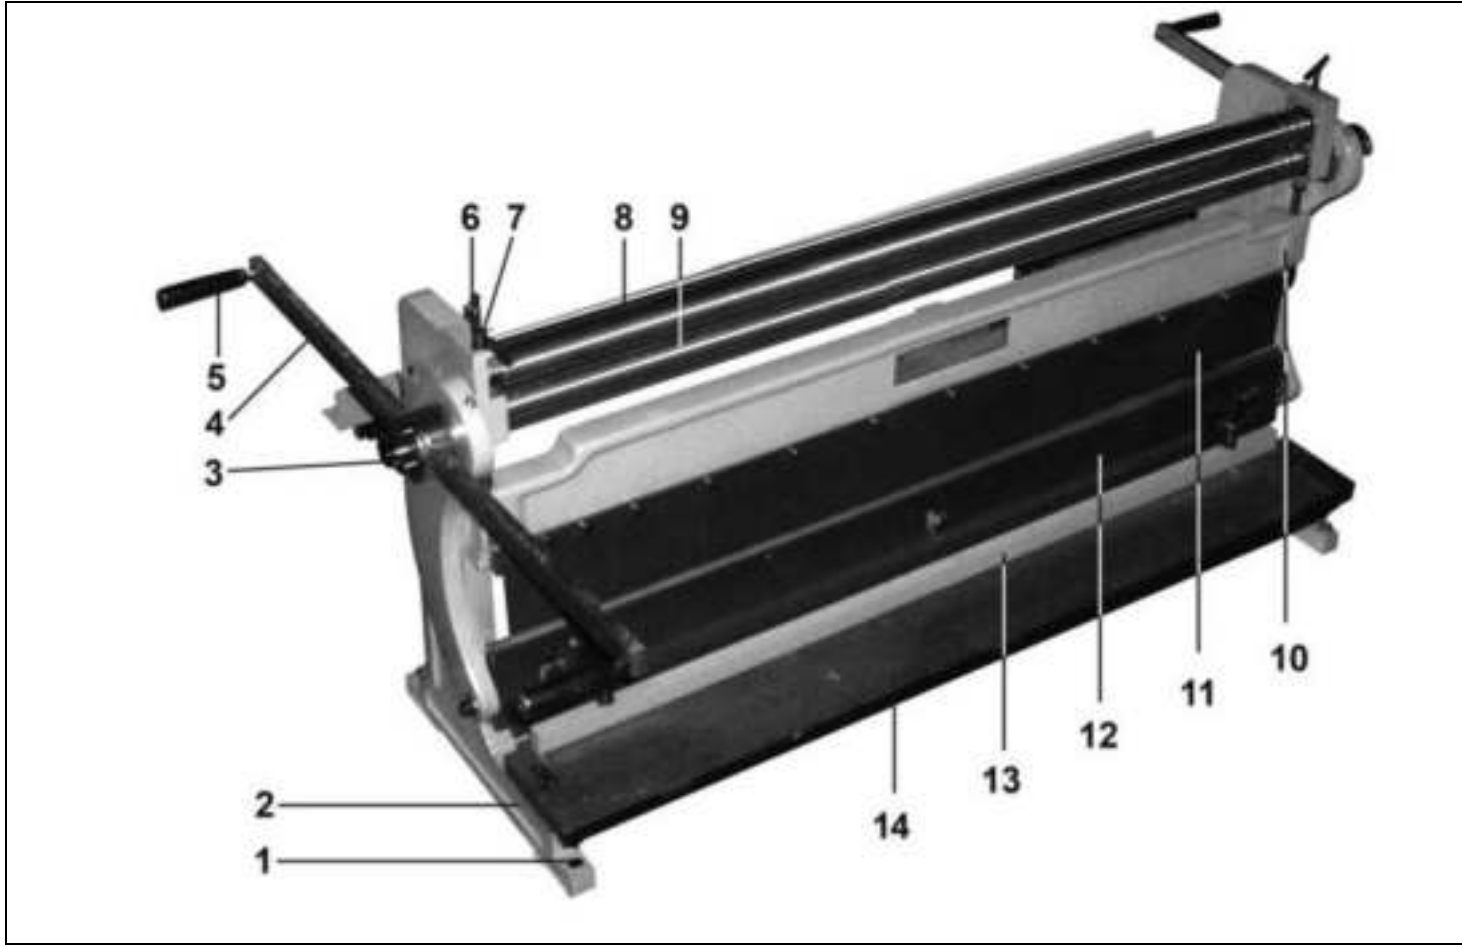
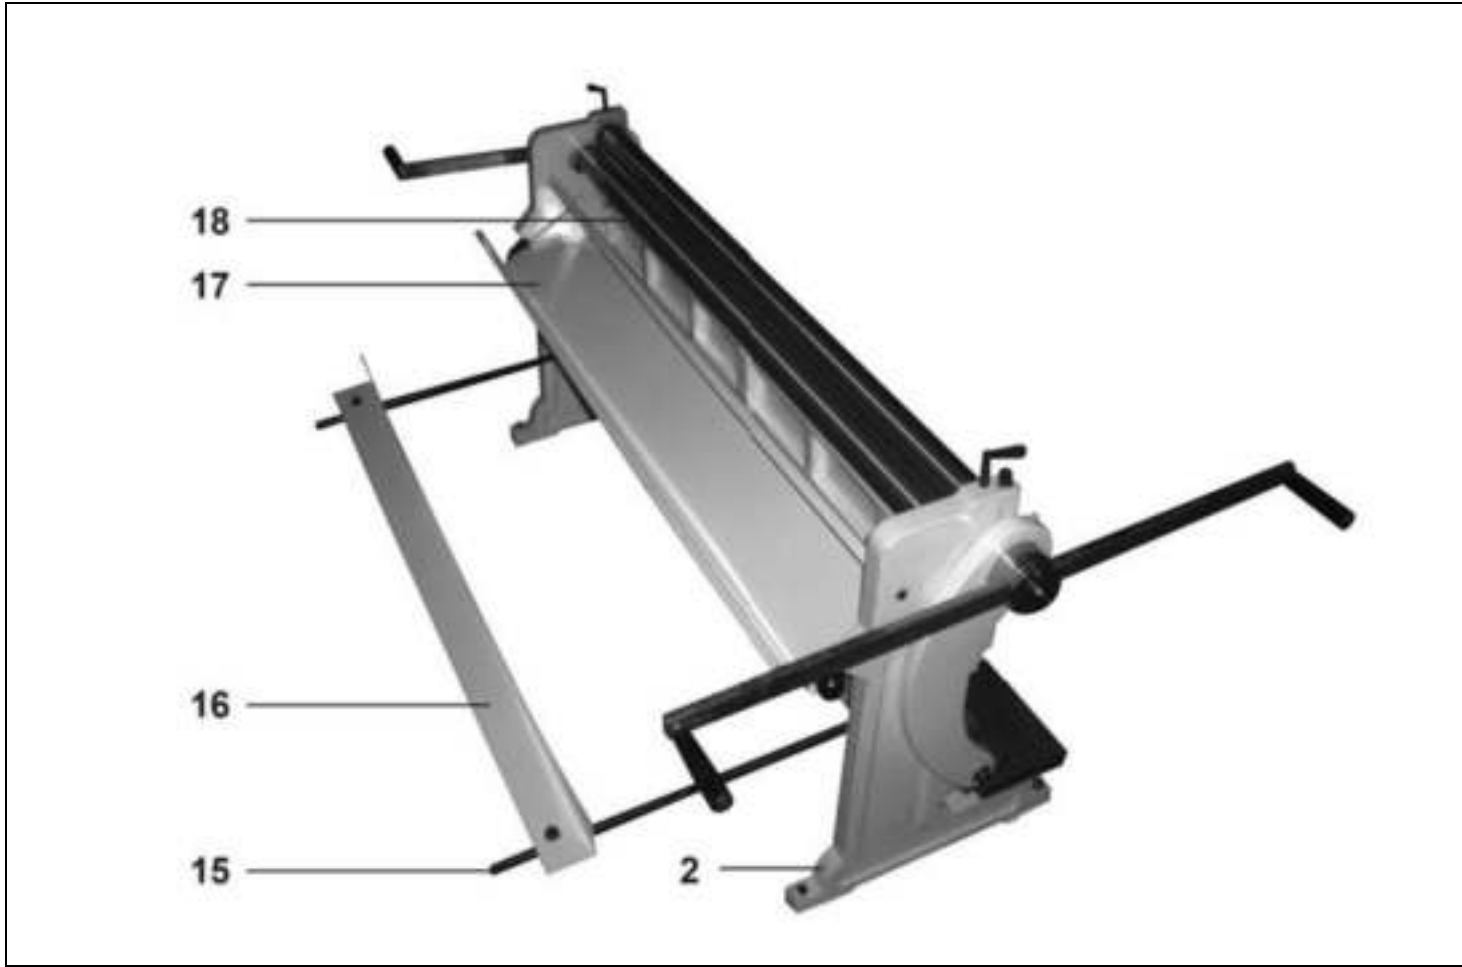

Рис. 2
Рис. 3
6. УСТРОЙСТВО (Рис. 2, 3)
7. МОНТАЖ (Рис. 2, 3)
8. СБОРКА (Рис. 2, 3)
Как показано на Рис. 2, установите ручки (4), положение зафиксируйте установочным болтом (3). На ручках (4) установите и закрепите рукоятки (5). Как показано на Рис.3, в основание (2) вкрутите две направляющие (15). На направляющих (15) установите и закрепите упорную планку (16).
9.1. Подготовка к работе (Рис. 2, 3)
9.3. Изгибание под углом 90°, отбортовка (Рис. 2, 3).
9.3.1. Установите направляющие (15) и упорную планку (16), Рис. 3, в специальные резьбовые отверстия нижней пластины (12). Положение упорной планки (16) определяется разметкой заготовки.
9.4. Резание (Рис. 2, 3)
9.4.1. Как показано на Рис. 3, установите направляющие (15) и упорную планку (16) в специальные резьбовые отверстия с обратной стороны рабочего стола (14). Положение упорной планки (16) определяется разметкой заготовки.